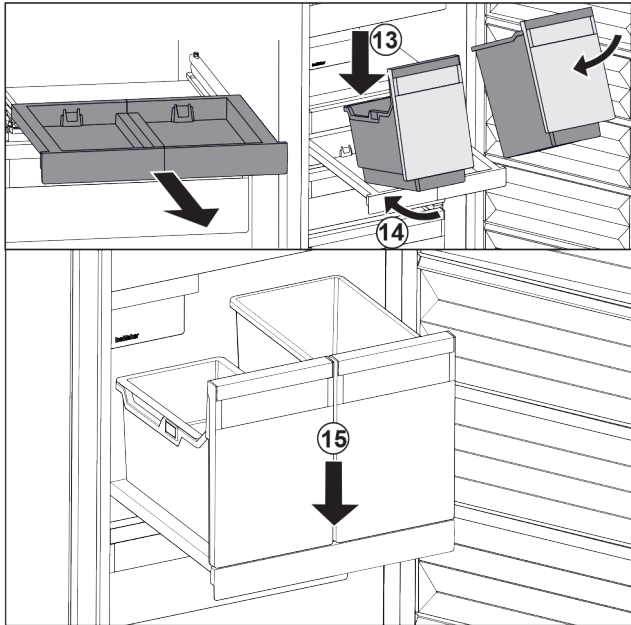

Fig. 105
- ▶ Встановити резервуар на витяжну панель навкоси. Fig. 105 (13)
- ▶ Насунути резервуар навкоси до заду. Fig. 105 (14)
- ▶ Резервуар опустити спереду. Fig. 105 (15)